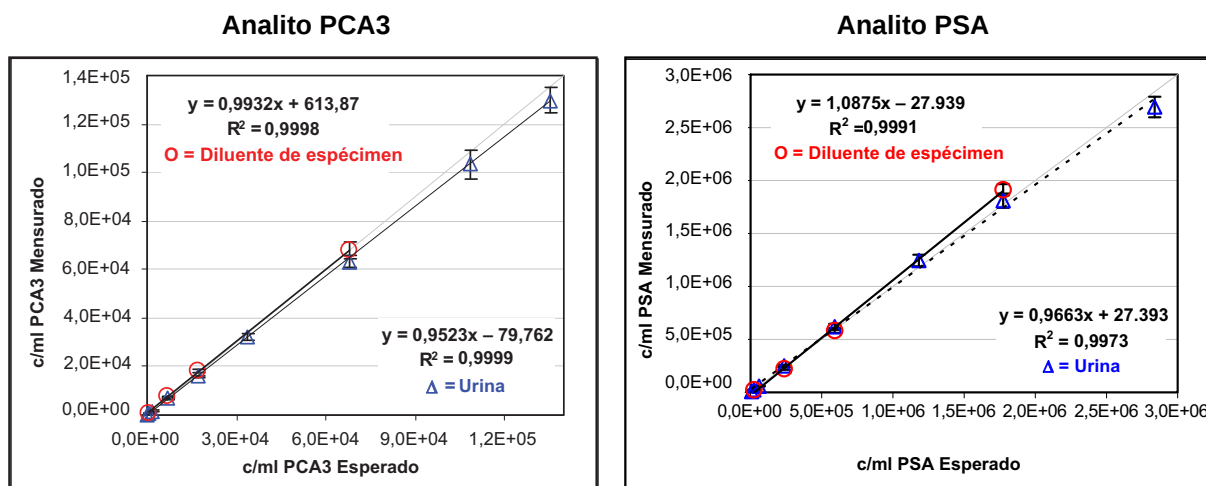

Figura 4. Linearidade do ensaio PROGENSA PCA3 para analitos PCA3 e PSA
O intervalo linear do ensaio PROGENSA PCA3 foi determinado de acordo com o documento EP6-A do Instituto CLSI (2003) (8) com base na análise de regressão linear (mínimos quadrados). Foram preparados dois conjuntos de séries de diluição a partir de espécimes contendo elevadas concentrações de RNA de PCA3 e PSA. Um conjunto foi diluído em urina feminina processada e o outro foi diluído em diluente de espécimen. As diluições abrangeram todo o intervalo de ensaio entre os mais baixos e os mais altos calibradores positivos para cada analito. Para ambos os analitos PCA3 e PSA, os resultados medidos pelo ensaio mostraram, uma relação directamente proporcional entre as diluições testadas e o c/ml do analito comunicado. Não existiu efeito significativo da matriz de diluição. Consulte Figura 4.